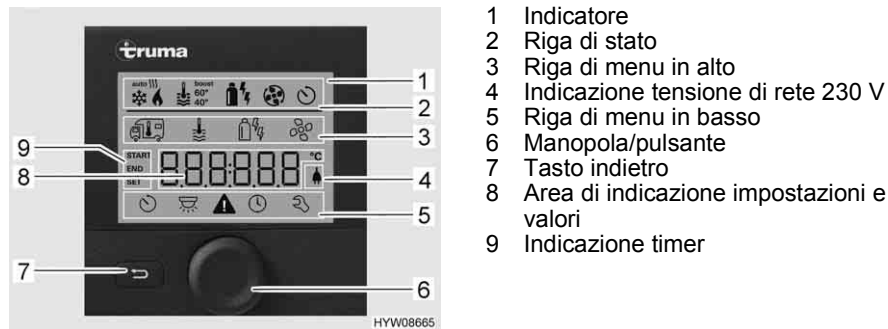
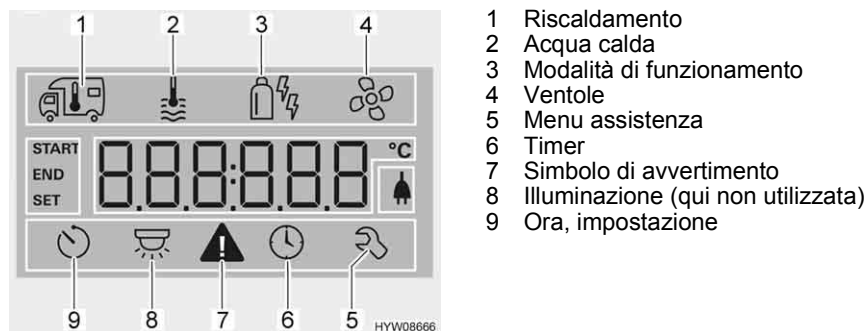

Fig. 98 Centralina di controllo con indicazioni
Fig. 99 Display
- Riga di stato (Fig. 98,2)
- Riga di menu in alto (Fig. 98,3)
- Area di indicazione (Fig. 98,8)
- Riga di menu in basso (Fig. 98,5)
- Premere la manopola/il pulsante (Fig. 98,6) per circa 3 secondi. Vengono visualizzate entrambe le righe di menu (Fig. 98,3 e Fig. 98,5). Il primo simbolo lampeggia.
- Ruotare la manopola/il pulsante (Fig. 98,6), finché viene visualizzato il simbolo del menu desiderato.
- Premere la manopola/il pulsante per memorizzare il valore impostato. Se il valore impostato originariamente non deve essere modificato: Premere il tasto indietro (Fig. 98,7).
- Ruotare la manopola/il pulsante (Fig. 98,6), finché il simbolo del menu del riscaldamento (Fig. 99,1) lampeggia.
- Premere la manopola/il pulsante per memorizzare il valore impostato. Il simbolo nella riga di stato lampeggia (Fig. 98,2), finché viene raggiunta la temperatura impostata. Se il valore impostato originariamente non deve essere modificato: Premere il tasto indietro (Fig. 98,7).
- Ruotare la manopola/il pulsante (Fig. 98,6), finché il simbolo del menu relativo alla modalità di funzionamento (Fig. 99,3) lampeggia.
- Premere la manopola/il pulsante per memorizzare la modalità di funzionamento impostata. Se il valore impostato originariamente non deve essere modificato: Premere il tasto indietro (Fig. 98,7).
- Ruotare la manopola/il pulsante (Fig. 98,6), finché il simbolo del menu delle ventole (Fig. 99,4) lampeggia.
- Ruotare la manopola/il pulsante (Fig. 98,6), finché il simbolo del menu del timer (Fig. 99,6) lampeggia.
- Premere la manopola/il pulsante. Il timer è attivato. Il simbolo del timer (Fig. 99,6) lampeggia quando il timer è programmato e attivo.
In caso di avviso, il relativo simbolo lampeggia (Fig. 99,7). Il riscaldamento rimane in funzione. Se si tratta solo di un guasto temporaneo, il simbolo di avvertimento si spegne autonomamente.